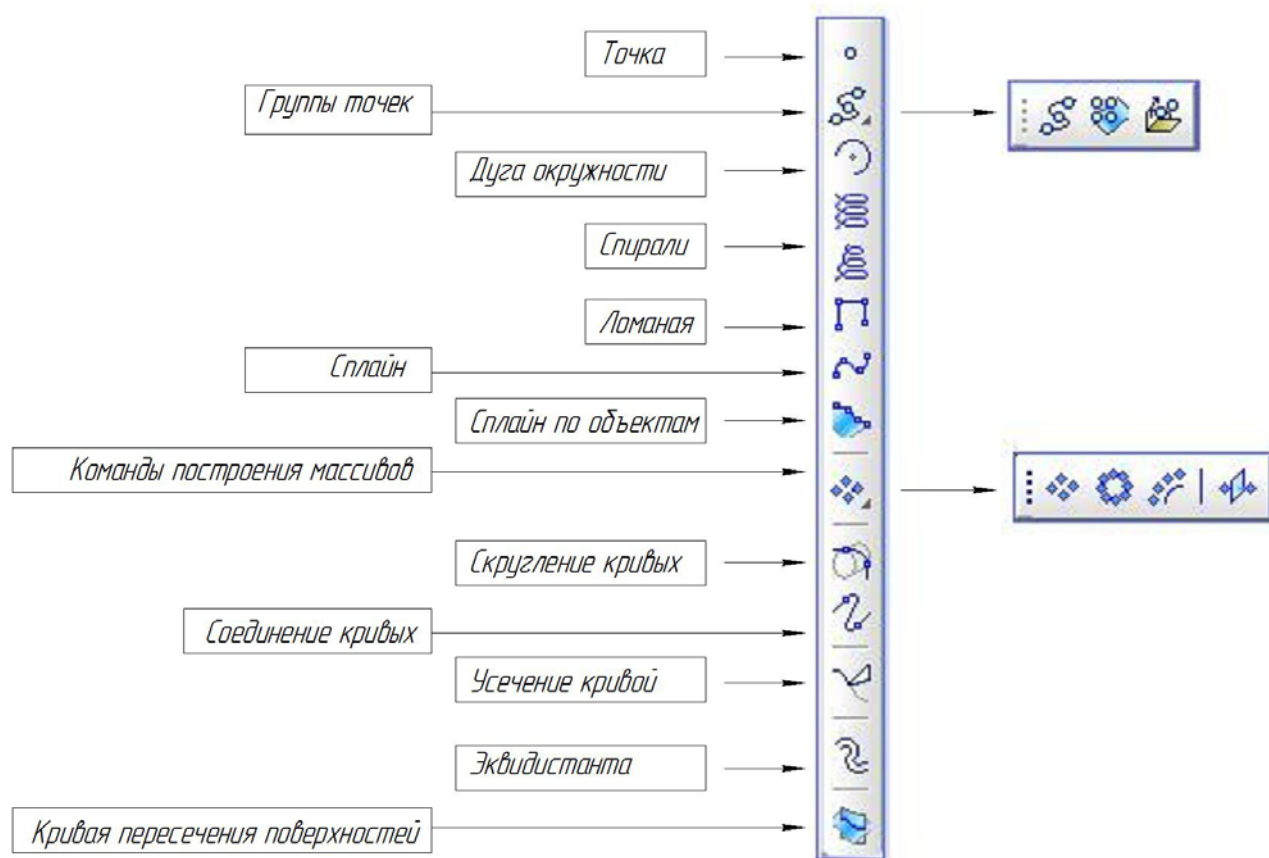

Рис. 4.5. Инструментальная панель «Пространственные линии»
- **Пространственные кривые**  – содержит команды построения пространственных линий, которые могут быть использованы, например, в качестве направляющих и т.п. (рис. 4.5);